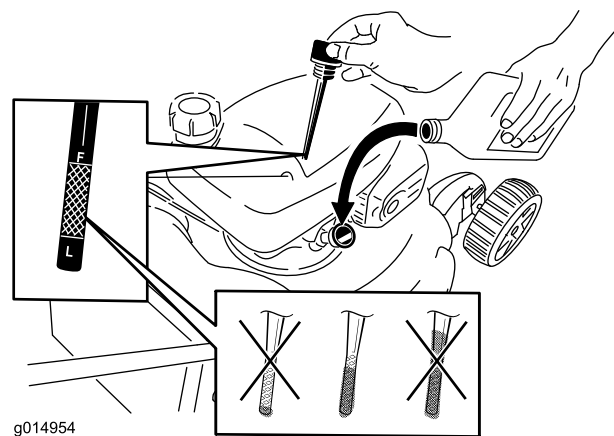

Figura 39
6. Retire la varilla del tubo de llenado de aceite (Figura 39).
12. Retire la varilla y observe el nivel de aceite; consulte Figura 39.
- Si el nivel de aceite es demasiado bajo, añada una pequeña cantidad de aceite lentamente por el tubo de llenado y repita los pasos 10 a 12 hasta que el nivel del aceite sea correcto, según se muestra en Figura 39.